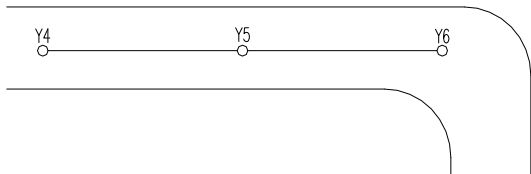

图 6-23 打开素材
**01** 按 Ctrl+O 组合键，打开配套光盘提供的“第 6 章/6.2.2 修改井.dwg”素材文件，结果如图 6-23 所示。